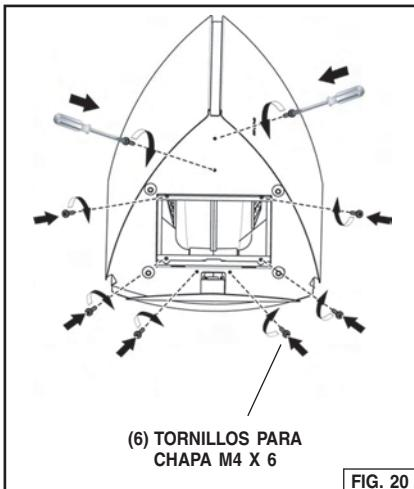

FIG. 20
4. Fije la parte Inferior de la Campana para Cocina al Conducto de Humo Inferior con (6) tornillos para chapa M4 x 6. Fig. 20.